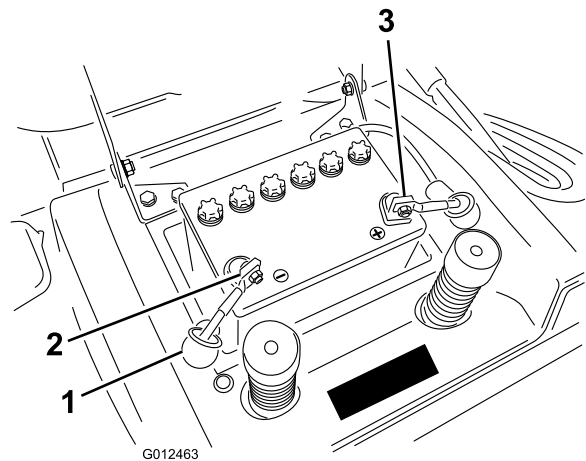

Bild 31
7. Klemmen Sie das Minuskabel (schwarz) vom Batteriepol ab (Bild 31).
9. Klemmen Sie das Pluskabel (Rot) vom Batteriepol ab (Bild 31).
1. Setzen Sie die Batterie in das Chassis ein. Die Batteriepole sollten zum Heck der Maschine zeigen (Bild 31).
3. Schließen Sie das Pluskabel (rot) mit der Schraube und der Flügelmutter am (+) Pluspol an (Bild 31). Schieben Sie die Gummiabdeckung über den Batteriepol.
4. Schließen Sie das (schwarze) Minuskabel mit der Schraube und Mutter am (-) Minuspol an (Bild 31). Schieben Sie die Gummiabdeckung über den Batteriepol.